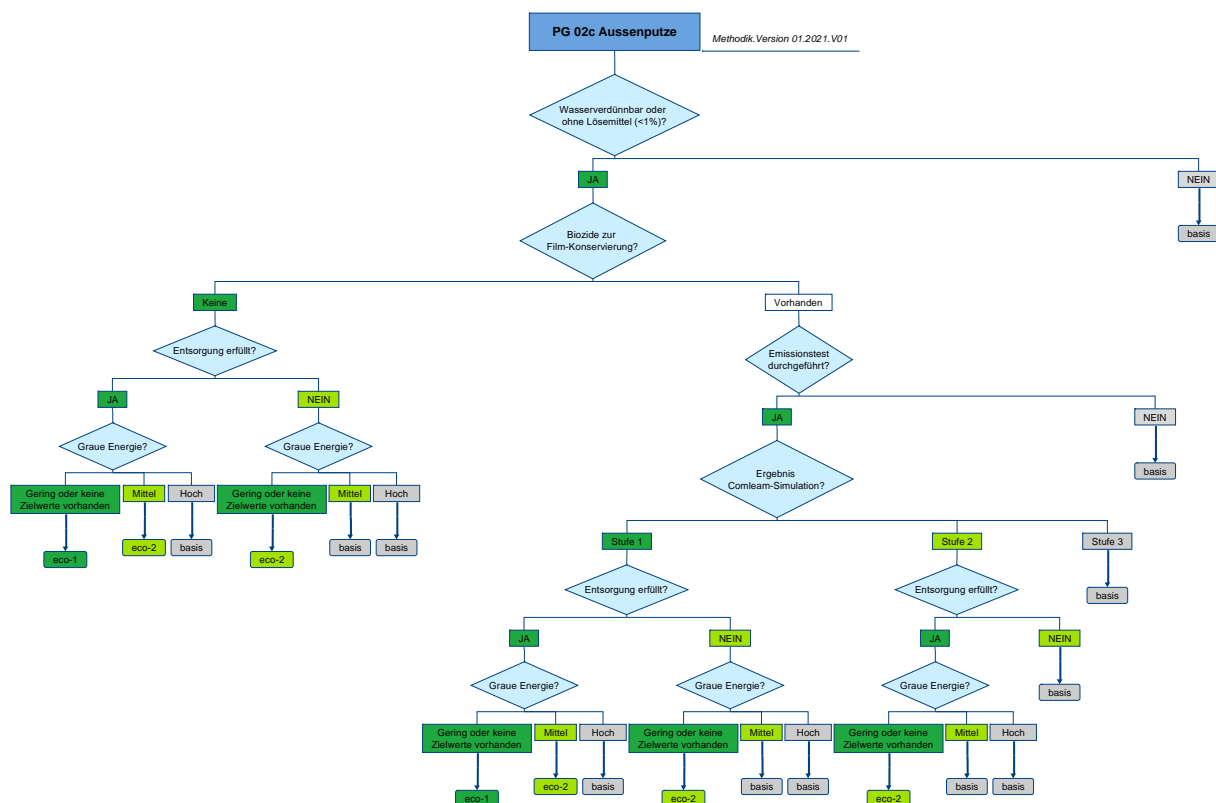

Abbildung 1: Bewertungsschema Aussenputze
- Ein Hersteller kann auf eine Untersuchung der Emissionen verzichten. Der Aussenputz mit Filmkonservierung wird mit «ecoBasis» bewertet (Abbildung 1).